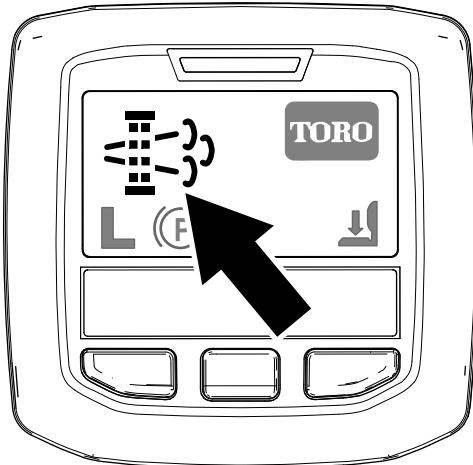

図 39
- インフォセンターに、駐車再生要求アイコンが表示されます 図 39。